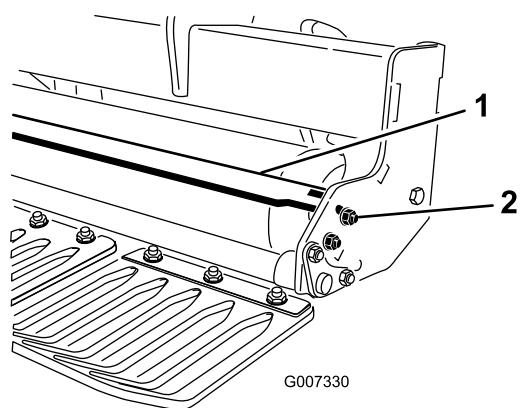

図 16
1. スクレーパの左右をローラスクレーパのタブに固定している締結部材をゆるめる図 16。